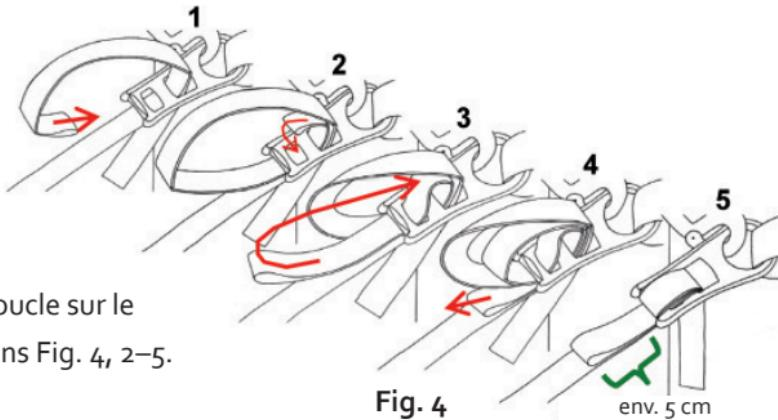

Fig. 4
Le système pour tendre la Slackline est un mouflage (5:1) autobloquant. L'amarrage de la Slackline se fait sans noeud avec un système de Slack-lock (Fig. 4).
- Prendre la Slackline d'un côté en double (au minimum 50 cm avant la fin) et l'enfiler deux fois par-dessous dans le grand trou carré de l'anneau de sangle (Fig. 4, 1–2).
- Pour faciliter l'enfilage rabattre la boucle sur le côté, puis procéder d'après les dessins Fig. 4, 2–5.
- À env. 1 mètre (10/15 m SlackTivity, 10 m Soft 'n Slack) resp. 2 m (25/35/45 m SlackTivity et 18 m Soft 'n Slack) du point d'amarrage n° 2 prendre la Slackline en double et accrocher l'anneau de sangle en vrac à la Slackline avec le système Slack-lock (voir Fig. 4).